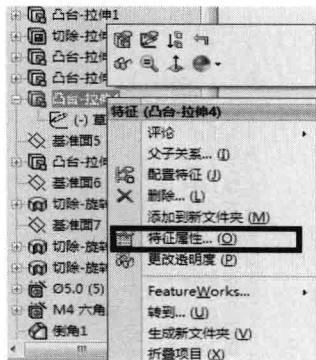
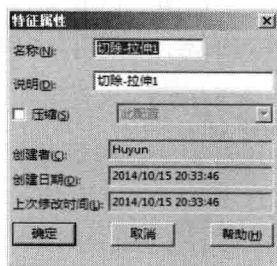

图 1-19 选择【特征属性】命令
图 1-20 【特征属性】对话框
(5) 右击特征名称, 可以在弹出的快捷菜单中选择【特征属性】命令, 如图 1-19 所示, 弹出【特征属性】对话框, 在其中可修改特征的属性, 如名称等, 如图 1-20 所示。